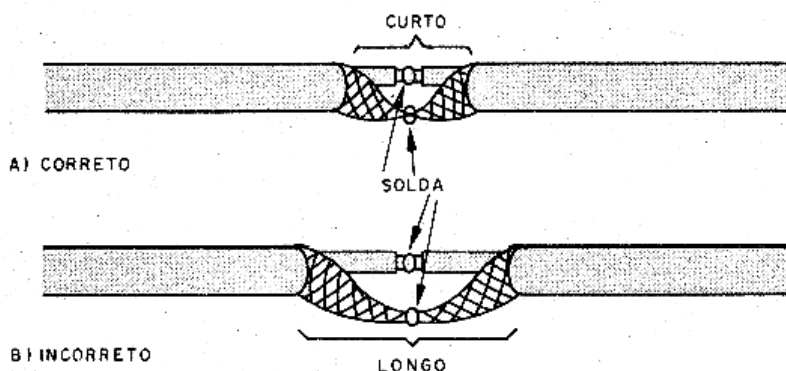

Figura 274 – Emenda correta em cabos de sinal
- * Verifique se existem emendas no fio, reduzindo o tamanho exposto do cabo interno, conforme mostra a figura 274.